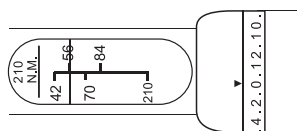

Fig. 1
1. Impostare la scala principale sul valore contrassegnato con la linea trasversale "56" e la scala micrometrica su "0". Ora la chiave torsionometrica è impostata su 56 Nm (fig. 1).